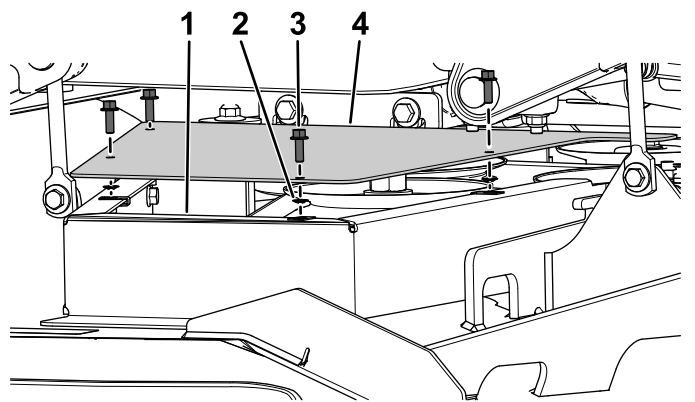

Рисунок 9
4. Зафіксуйте ліве огородження пасової передачі до лівого огородження шківів із застосуванням 4 гвинтів з фланцевою головкою ($\frac{1}{4} \times \frac{3}{4}$ дюйма) та 4 стопорних шайб (Рисунок 9).